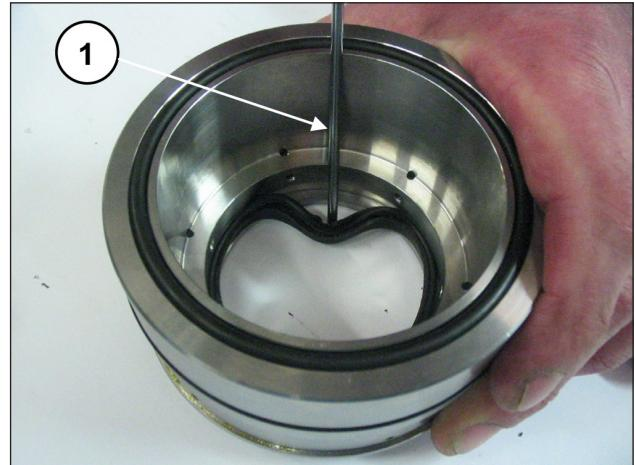

Fig. 195
Per togliere la guarnizione di bassa pressione è necessario utilizzare uno spessimetro o un attrezzo che non danneggi la sede del supporto guarnizione (pos. ①, Fig. 195).